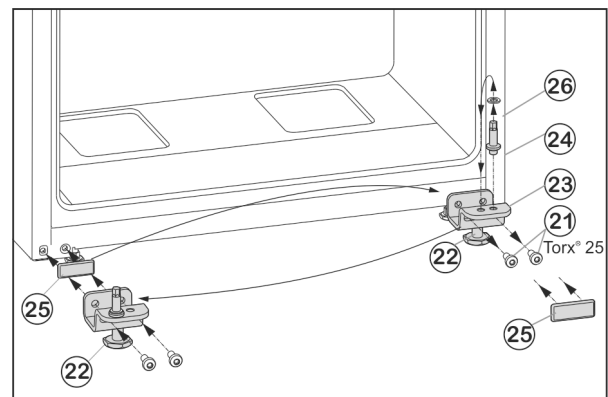

Fig. 7
- ▶ Desserrer les vis de fixation Fig. 7 (21).
- ▶ Retirer l'ensemble du support de palier inférieur Fig. 7 (23) avec le boulon de palier Fig. 7 (24), la rondelle Fig. 7 (26) et le pied de réglage Fig. 7 (22).
- ▶ Dévisser l'ensemble du boulon de palier Fig. 7 (24) avec la rondelle Fig. 7 (26), déplacer le tout dans le trou de préhension du côté opposé du support de palier et revisser fermement.
- ▶ Retirer avec précaution la plaque de recouvrement Fig. 7 (25) et la déplacer du côté opposé.
- ▶ Revisser l'ensemble du support de palier inférieur Fig. 7 (23) avec le boulon de palier Fig. 7 (24), la rondelle Fig. 7 (26) et le pied de réglage Fig. 7 (22) du côté de la nouvelle charnière, au besoin à l'aide d'une visseuse sans fil (**en appliquant un couple de 4 Nm**).
- ▶ Placer la porte inférieure depuis le haut sur le boulon Fig. 7 (24).
- ▶ Dévisser le pied de réglage Fig. 7 (22) au niveau du support de palier inférieur Fig. 7 (23) jusqu'à ce qu'il repose au sol.